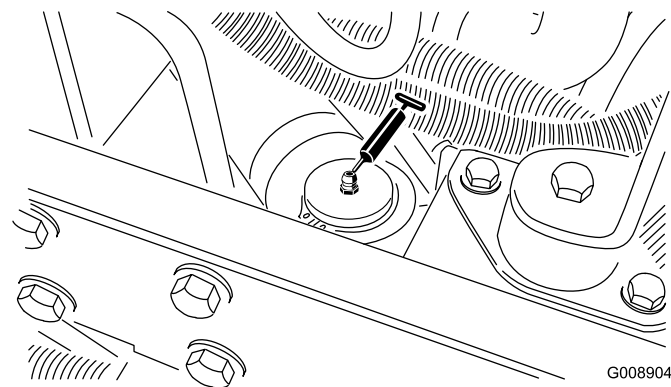

Figura 49
- Cilindro de dirección (Figura 49)